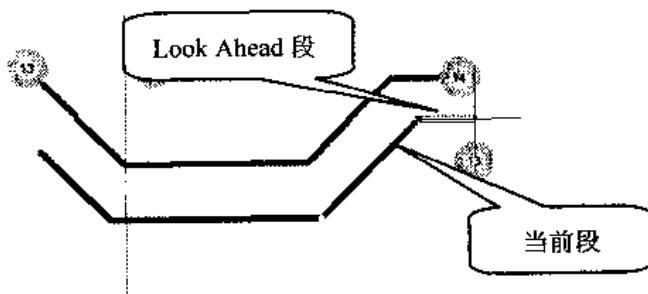

图 14-19 可通过焊盘间的 Look Ahead 段示意图
- (3) 如果所放置的线段（Look Ahead）在两个焊盘之间，并且不会产生电气检查规则冲突，那么光标位置和 Look Ahead 段则显示位置一致，如图 14-19 所示。